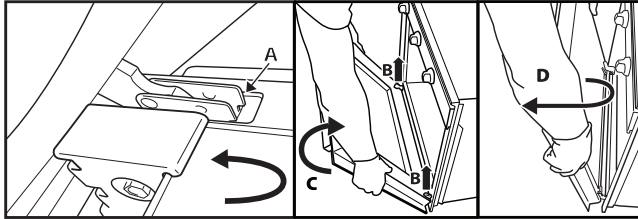

Рис. 2
3. Закрийте дверцята до кінця (A), підніміть їх (B) і поверніть (C), поки вони не вивільняться (D) (рис. 2).